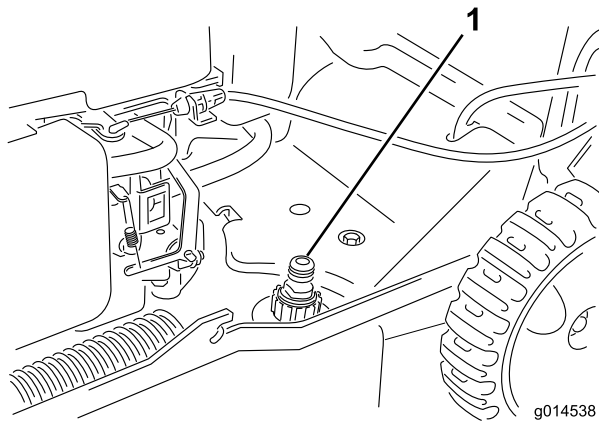

Рисунок 27
3. Присоедините садовый шланг, подключенный к источнику воды, к отверстию для промывки в корпусе (Рисунок 27).